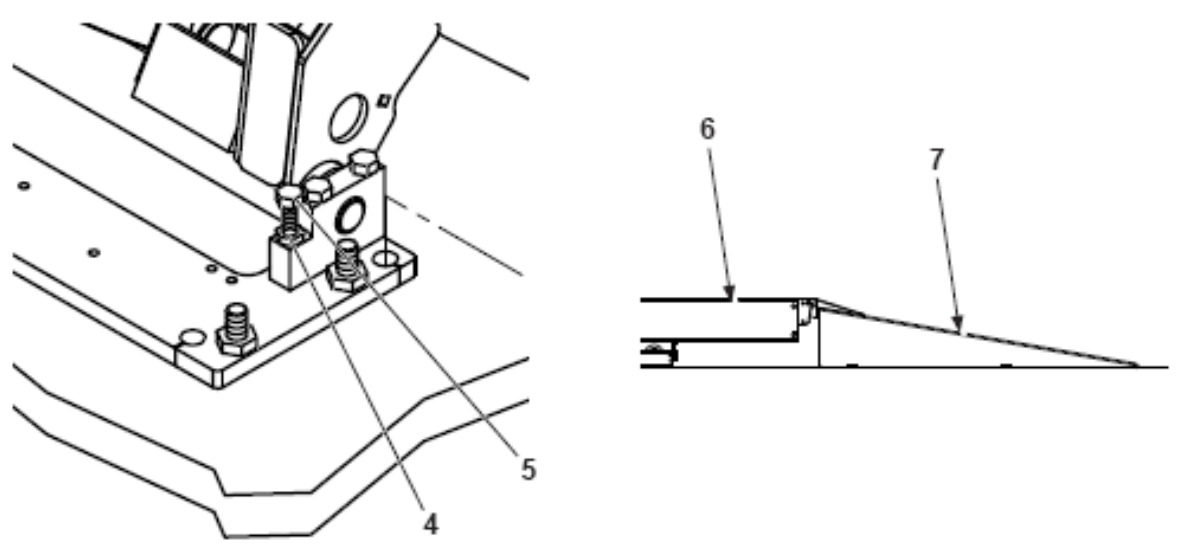

Fig. 25
- Vrid vid behov justerskruvarna 5. När du är klar, lås i position med kontrollmuttrar 4 (Fig. 25).
Ref. Fig. 25. Fortsätt enligt beskrivningen i punkt 4.8 och kontrollera plattformarnas (6) inriktning i förhållande till befintliga rampar (7).